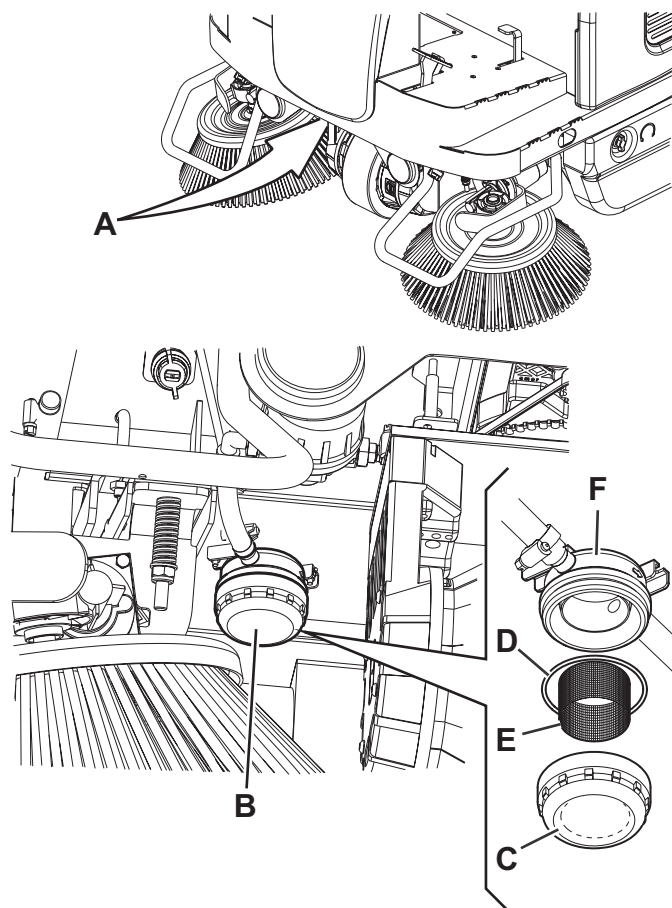

Рис. 20
2. Поверните ключ зажигания (61) в положение «0» и включите стояночный тормоз.
3. Снизу машины (А, Рис. 20) дотянитесь до блока водяного фильтра (В) системы подавления пыли.
4. Открутите и снимите прозрачную крышку (С) с прокладкой (D), а затем снимите сито фильтра (Е).
5. Очистите и установите их на опору (F).
- (B): Предохранитель двигателя вакуумной системы F1 (25 A).
- (C): Предохранитель мотора фильтр-вибратора F2 (25 A).
- (D): Предохранитель электронной платы дисплея F3 (3 A).
- (E): Основной предохранитель F4 (схема ключа) (10 A).
- (F): Предохранитель системы подавления пыли F5 (5 A) (опционально).
- (G): Предохранитель системы подъема бункера F6 (25 A).
7. Открутите винты (H, Рис. 20) и снимите крышку (I) с коробки электродеталей (49).
- (J): Предохранитель мотора основной щетки FA (50 A).
- (K): Основной предохранитель F0 (150 A).